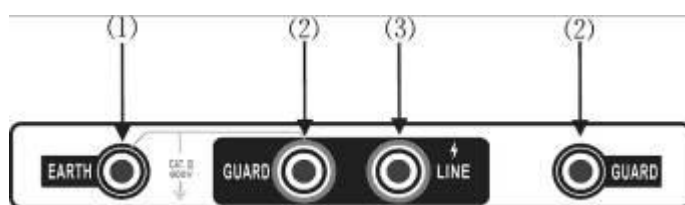

图 3: 测试端接线图
3、将带高压测试线红色插头端插入 (3) LINE端, 绿色插头端插入 (2) GUARD端, 另一端探针或夹子接于被试设备的高压导体上。将测试线副线 (绿色) 插入 (2) GUARD端 (右手边), 另一端接于被试设备的高压护环上, 以消除表面泄漏电流的影响 (详见“屏蔽端的使用方法”相关内容)。将另外一根黑色副线测试线插入地端 (EARTH) (1) 端, 另一头接于被试设备的外壳或地上, 如图3所示。